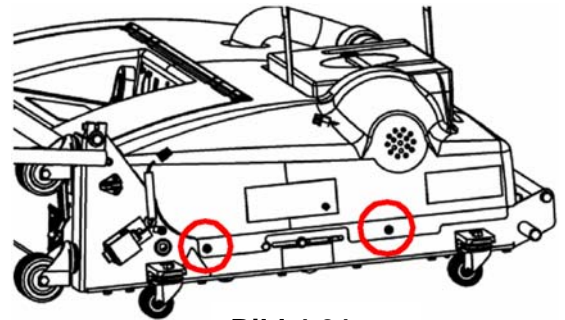

Bild 4-31
1. Lås upp oljeutrymmets dörrspärrar, koppla från vakuumslangen och ta ut avfallstanken, ta av locket till rengöringsmedelstanken, skruva av de två skruvarna på vardera sida av huven (se bild 4-31) och lyft av huven från ramen. Lägg skruvarna åt sidan.